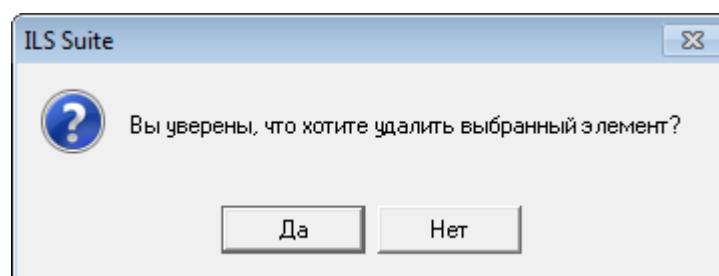

Рис. 9-10 – Диалоговое окно при удалении раздела справочника
- 4) В открывшемся диалоговом окне нажать «Да» для подтверждения действия (рис. 9-10).